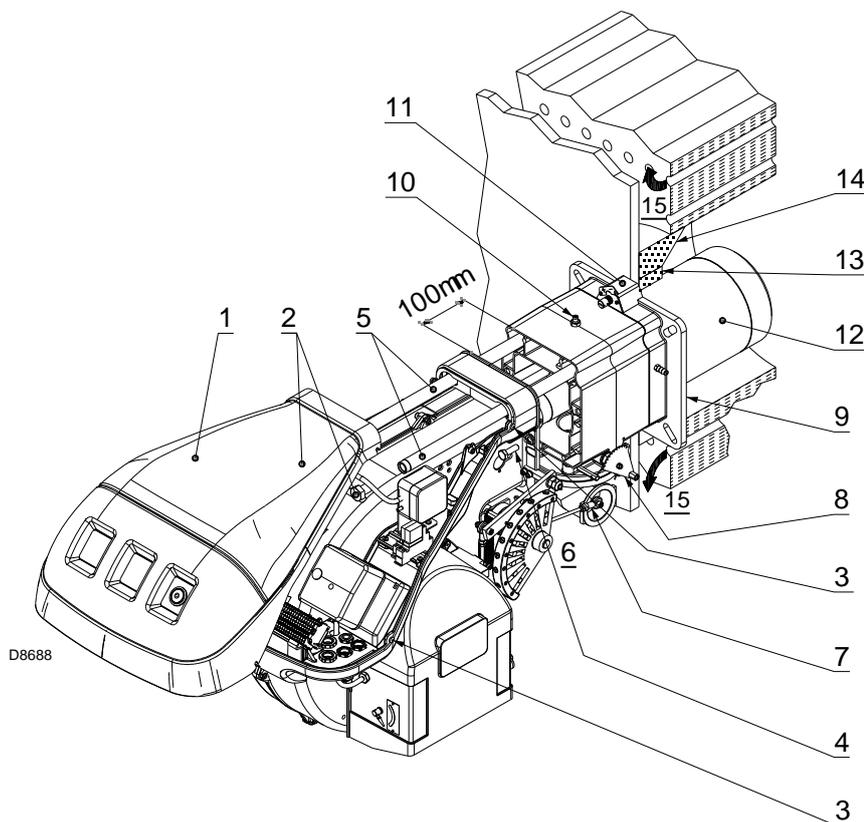

图 12
燃烧筒 12)(图 12) 长度的选择必须符合锅炉制造商的要求, 在任何情况下都应长于锅炉炉门安装炉补后的厚度。
带前烟道 15)(图 12) 或中心回焰式炉膛的锅炉其使用耐火材料制成的保护性炉补 13) 必须装于锅炉炉补 14) 和燃烧筒 12) 之间。
从燃烧器上取下燃烧头，如图 12 所示。
一旦上述操作（如必要）已经完成，固定法兰 11)( 图 12) 到锅炉上，并在中间插入随附的隔热垫 9)( 图 12)。
- ▶ 将燃烧器重新装回到滑杆 3) 上，距管路连接处 4) 约 100mm，此时燃烧器位置如图 12 所示；